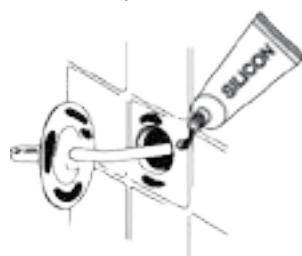

Рисунок 4.
5. Нанесите силиконовый герметик на отверстие в стене для влагозоляции (рис. 4). Убедитесь, что нет никаких следов силикона на датчике, так как это может препятствовать показаниям датчика.